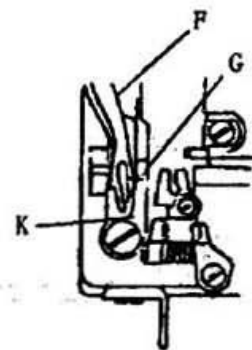

图 22
- 转动手轮，检查钩线叉“F”运动到机针护板“K”的最近点“G”时是否相碰（图22），如果相碰必须将偏心支